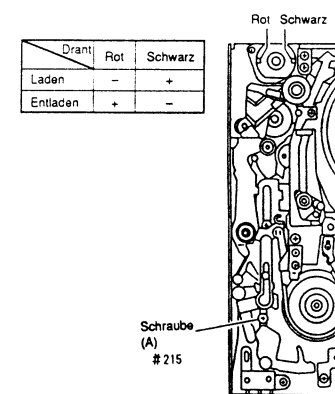
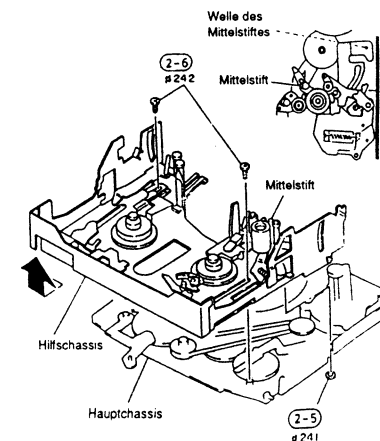

Abb. 2-46
Abb. 2-47
- Eine Gleichspannung von 3 V an den Lademotor (CN904) anlegen, so daß das Hilfschassis den Ladevorgang ausführt, bis die Schraube (A), mit der das Hilfschassis gehalten wird, gesehen werden kann. Wenn die Schraube (A) gesehen werden kann, die Gleichspannung von 3 V von dem Lademotor abtrennen und das Laden stoppen (siehe Abb. 2-46).
- Die Schraube (A) entfernen und eine Gleichspannung von 3 V an den Lademotor anlegen, und zwar umgekehrt zu Schritt 3), um das Hilfschassis auf den Auswurfstatus zu schalten.
- Eine (1) Scheibe entfernen, mit welcher der Mittelstift festgehalten wird (siehe Abb. 2-47).
- Zwei (2) Befestigungsschrauben des Hilfschassis entfernen.